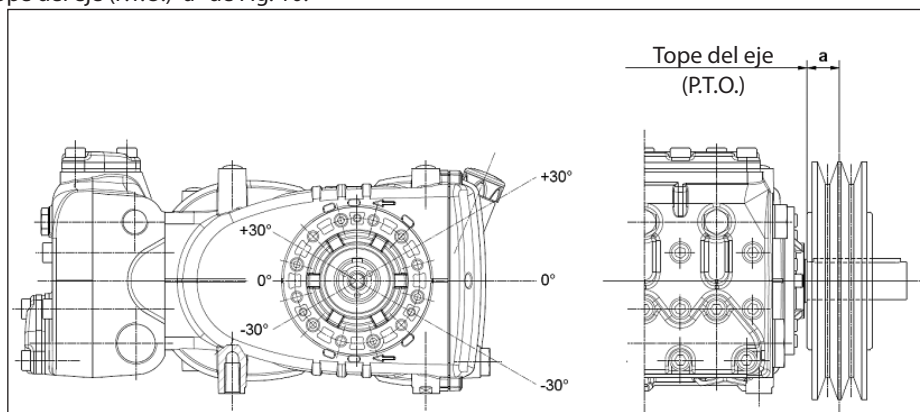

Fig. 10
La carga radial sobre el eje no debe ser superior a 3000 N (valor necesario para definir el Layout). La transmisión es considerada adecuada si tal carga es aplicada a una distancia máxima **a = 30 mm** del tope del eje (P.T.O) como se indica en la Fig. 10.
- b) Utilizar correas de alto rendimiento –por ejemplo **XPB** en lugar de **SPB**– ya que resultará necesario una cantidad inferior de correas en paridad de potencia transmitida y una consecuente distancia inferior de la resultante con respecto al tope del eje (P.T.O.) “a” de Fig. 10.